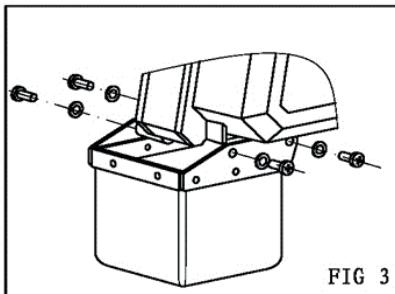

FIG 3
1. Verwijder de ketting (fig. 3).